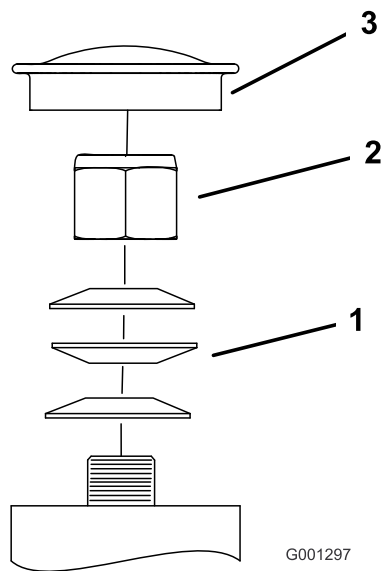

Figure 52
3. Retirez le capuchon antipoussière de la roue pivotante et serrez le contre-écrou (Figure 52).
4. Continuez de serrer le contre-écrou jusqu'à ce que les rondelles élastiques soient aplaties, puis desserrez-le de 1/4 de tour pour obtenir la précharge correcte des roulements (Figure 52).
- Important: Veillez à placer les rondelles élastiques comme illustré à la Figure 52.**
5. Remettez le capuchon antipoussière en place (Figure 52).